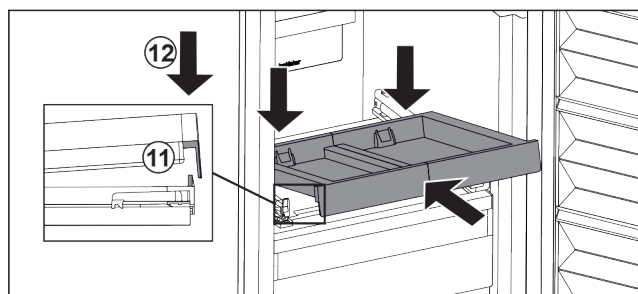

Fig. 103
- ▶ Lükake kaldu sisse. Pöörake tähelepanu sellele, et piiraja on mõlemal küljel aasa taga. Fig. 103 (11)
- ▶ Pange väljatõmbetahvel ees maha. Fig. 103 (12)